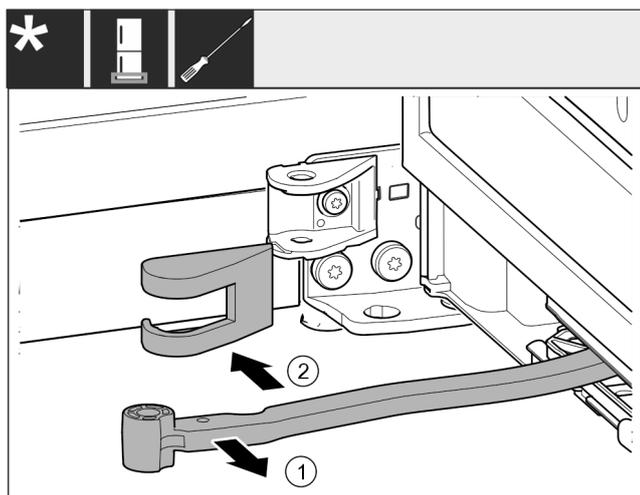

Fig. 17
- ▶ Ruotare il giunto Fig. 17 (1) in direzione della porta.
- ▶ Rimuovere la copertura del blocco di supporto Fig. 17 (2).